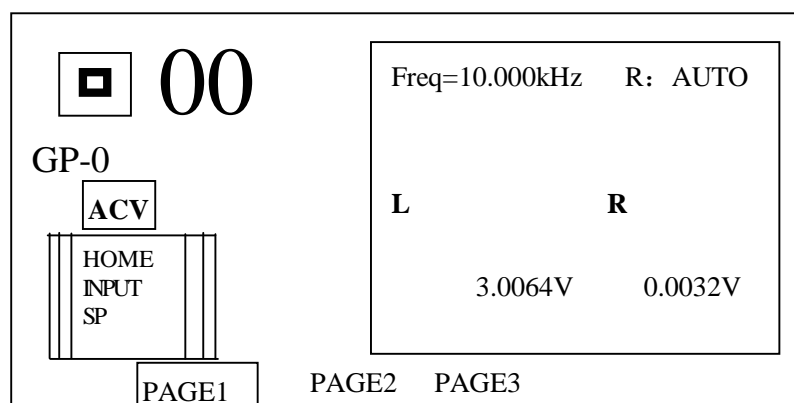

图 9-3 第一页菜单
a) 如选择第一页 PAGE1 时，所显示的测得值以数字显示，如图 9-3 所示。